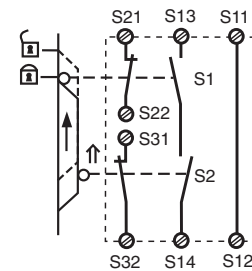

Fig. 7: Control de puerta protectora bicanal, rearme automático/Controllo bicinale riparo mobile, start automatico/Tweekanalige hekbewaking, automatische start
- Fig. 7: Rearme automático para el control de puerta protectora: El dispositivo está preparado para rearmarse con la puerta de protección abierta por medio del circuito de rearme S13-S14. Después de cerrarse los circuitos de entrada S11-S12, S21-S22 y S31-S32 se cerrarán los contactos de seguridad.
- Fig. 7: start automatico per controllo riparo mobile: Con la riparo aperto, il dispositivo è pronto per lo start attraverso il circuito di start S13-S14. Dopo la chiusura dei circuiti di ingresso S11-S12, S21-S22 e S31-S32 i contatti di sicurezza vengono chiusi.
- Fig. 7: Automatische start bij hekbewaking: Het apparaat is bij geopend hek via het startcircuit S13-S14 startklaar. Na sluiten van de ingangscircuits S11-S12, S21-S22 en S31-S32 worden de veiligheidscontacten gesloten.